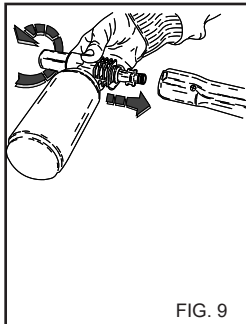

FIG. 9
- 2) Togliere la prolunga dall' impugnatura e inserire il kit spruzzatore detergente (fig. 9), azionare l' idropulitrice e cospargere la superficie da lavare agendo dal basso verso l' alto.